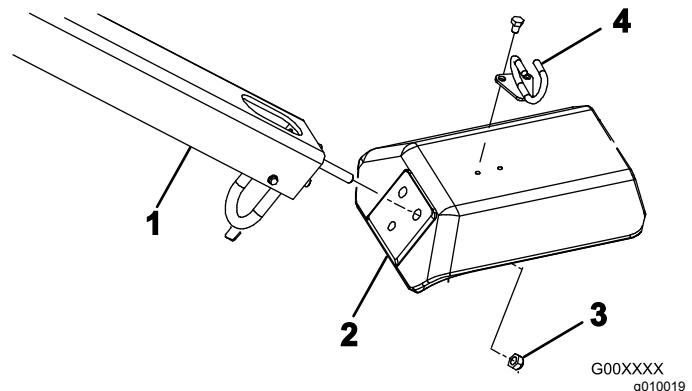

Figura 4
2. Insira as cavilhas de montagem do manípulo nos orifícios do eixo (Figura 4).
3. Fixe as cavilhas da pega ao eixo (Figura 4) com 3 porcas de bloqueio (½ pol.).
5. Monte o guia dos cabos na parte de cima do eixo (Figura 4) com 2 parafusos (5/16 pol. x ½ pol.).